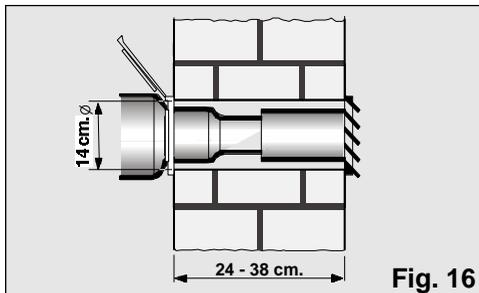

Fig. 16
- Per espellere l'aria calda attraverso il muro bisogna eseguire un foro di diametro 14 cm in esso per collocarvi il bocchettone, Fig. 16.